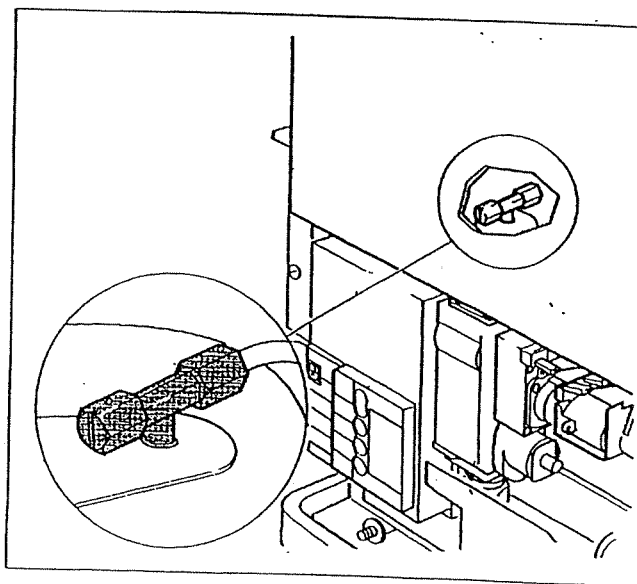

Fig. 22 Scarico dell'aria dallo scambiatore di calore dell'acqua sanitaria
- ◆ Sfiatare lo scambiatore di calore dell'acqua sanitaria, dal lato del circuito di riscaldamento, tramite la valvola di sfiato (Fig. 22).